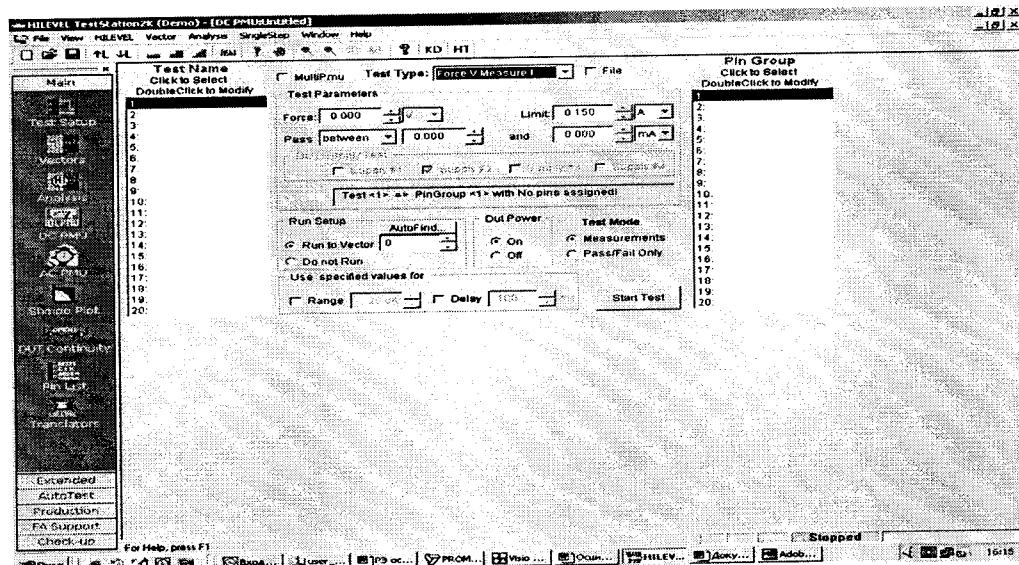

Рисунок 5.2.1
5.2.2 На рабочем столе ПЭВМ нажмите на иконку программного обеспечения Тестера, при этом откроется активное окно управления Тестера (рисунок 5.2.1).
- 1 Выбрать раздел меню «Задание напряжения» (рисунок 5.2.1) (в зависимости от измерения воспроизводимого напряжения):
- для воспроизведения напряжения PMU значение воспроизводимого напряжения выставляется для выбранного канала тестера в окне DC PMU (рисунок 5.2.1). При этом выбирается режим работы PMU “Задание напряжения и измерение тока (Force V Measure I);”